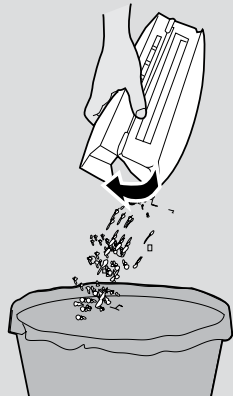

Fig. 18
2. Svuotare il contenitore della polvere in un cestino **[Fig. 18]**